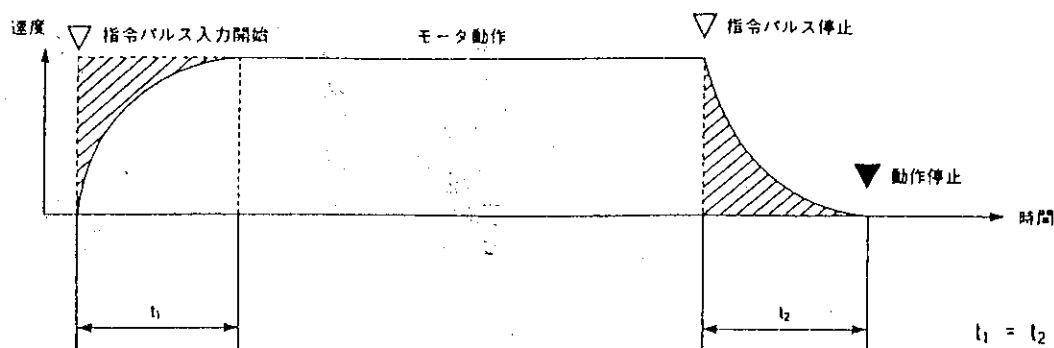

図5-3 モータ位置決め動作
位置決め動作は指令関数カーブとなります。(図5-3参照)
(2)立ち上がり時には指令パルスに対してモータ動作が遅れます。この遅れにより偏差カウンタにたまりパルス(偏差量)が発生します。(図5-3斜線部分)
指令パルスの停止後にモータが回転する量は、立ち上がり時に発生する偏差量と同一です。(図5-3斜線部分)